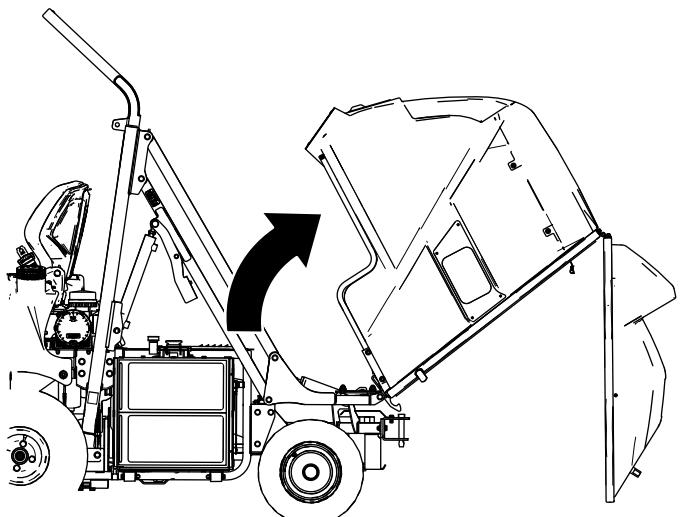

Figura 50
- Rode a tremonha para cima e para trás (Figura 50) manualmente.